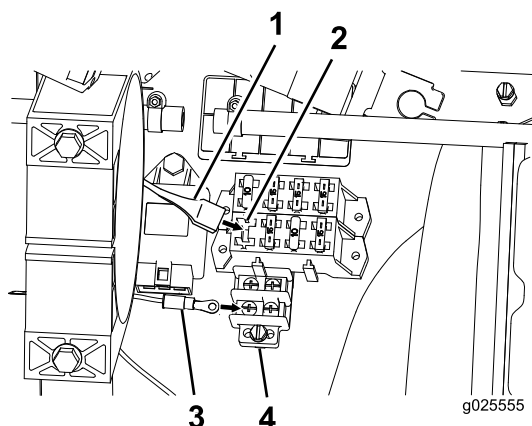

Рисунок 20
1. Подсоедините жгут проводов к блоку предохранителей, а провод заземления к блоку заземления (Рисунок 20).